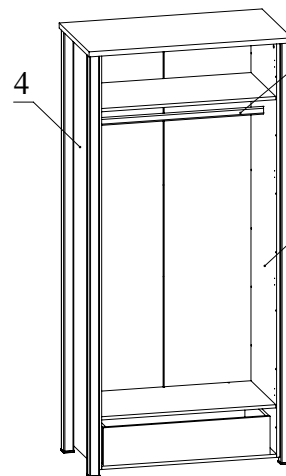

Рис.10
11. Установите ящик в корпус. Установите трубу офисную в держатели для трубы (Рис. 10).